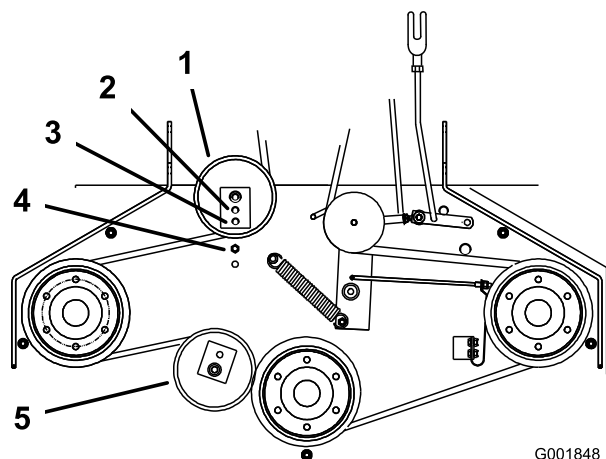

Figure 40
- S'il n'est plus possible de régler le tendeur et que la courroie est encore détendue, il faut alors repositionner la poulie de tension arrière dans le trou central ou avant (Figure 40). Utilisez le trou qui donnera le réglage correct.
- Lorsque la poulie de tension est déplacée, le guide de courroie doit l'être également. Placez le guide de courroie à la position avant (Figure 40).